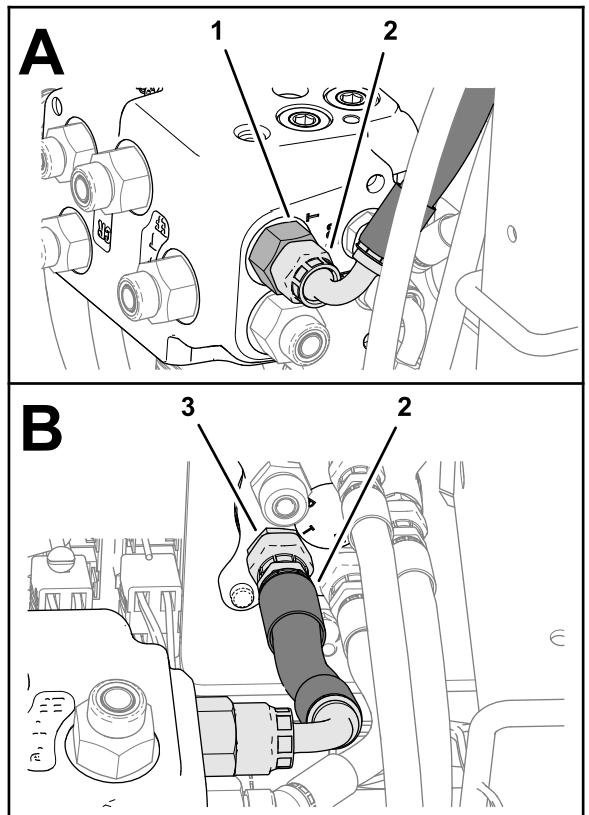

Figura 117
9. Monte a união de 90° do tubo 10 x 187 mm na união da porta T da válvula de direção EHI (Figura 117).
10. Monte a união reta do tubo 10 x 187 mm na união da porta T da válvula de direção, e aperte ambas as uniões dos tubos (Figura 117).